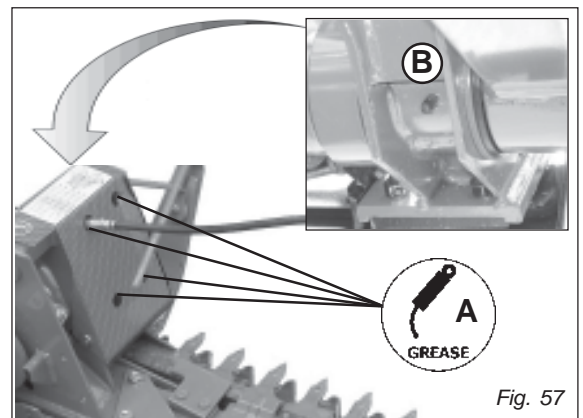

Fig. 57
- Grease points (A, Fig. 57).
- Grease point (B, Fig. 57).